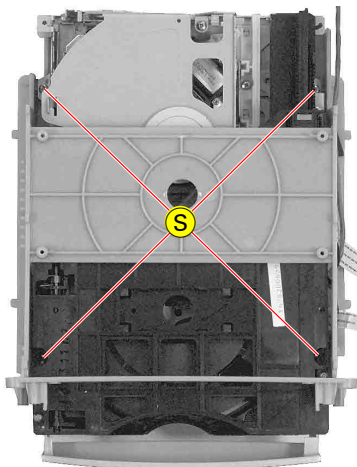

Fig. 11
- 4 Schrauben **S** (Fig. 11) herausdrehen und Laufwerk aus dem Rahmen herausziehen.
- Undo 4 screws **S** (Fig. 11) and pull out the drive from the frame.